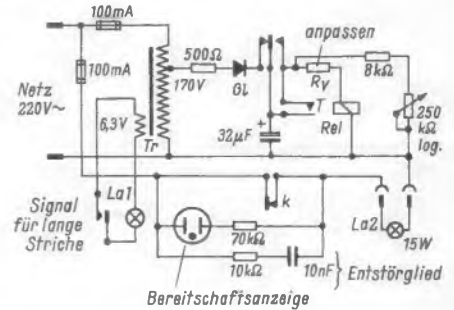

Bild 16. Die Schaltung des Zeitgebers. Die Betriebsanzeigelampe La 1, mit einem roten Glas versehen, erlischt, wenn die Belichtungslampe La 2 brennt
4. Die Zeitgeber-Schaltung (Bild 16)